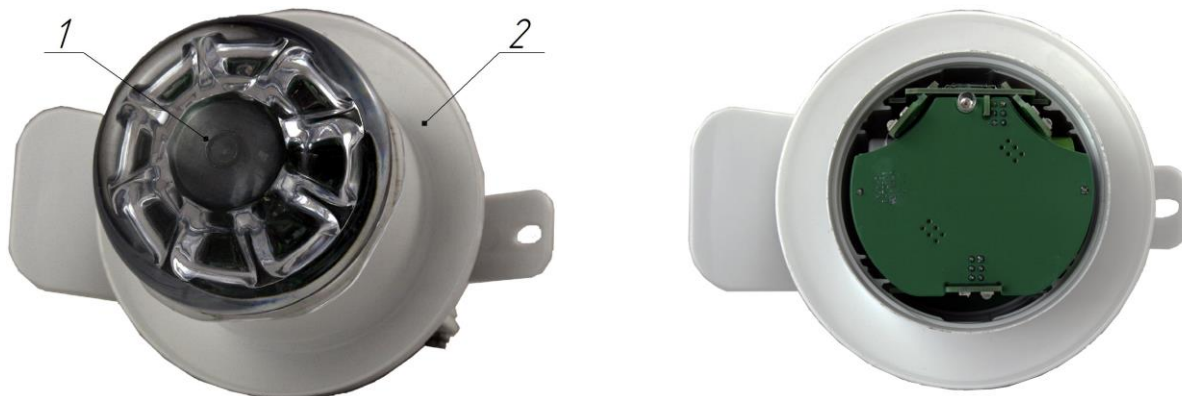

Рисунок 2.1
- 1) Открутить нижнюю крышку – 1 с корпуса – 2 (Рисунок 2.1);